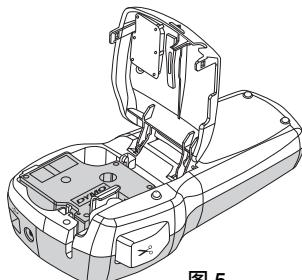

图 5
- 3 插入标签盒并用力按压，直至标签盒锁定到位。请参考图 5。